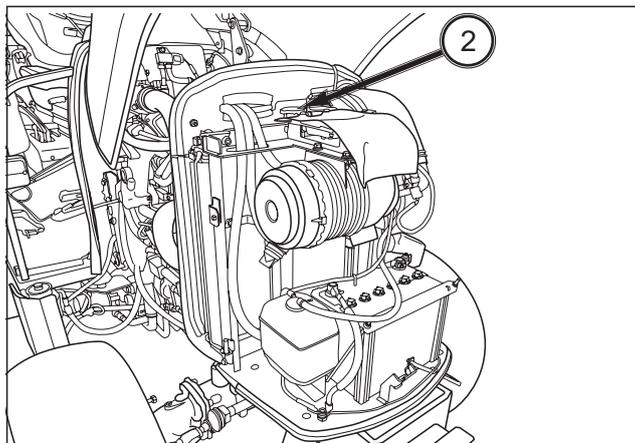

FIG. 159
FIG. 159: Cuando el nivel de refrigerante esté por debajo del nivel BAJO, retire la tapa del radiador (2) después de dejar que el motor se enfríe lo suficiente, y confirme que hay una cantidad adecuada de refrigerante en el radiador.